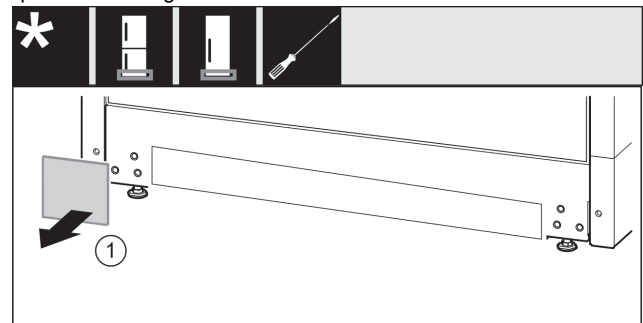

Fig. 18
- ▶ Снимите крышку. Fig. 18 (1)